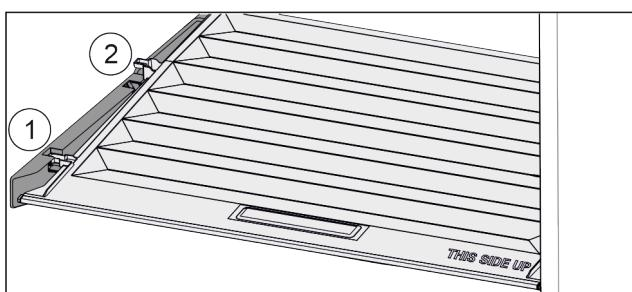

Fig. 103
- Кришку до отвору в деталях для підтримки потягнути вперед Fig. 103 (1).
- Підняти ззаду знизу та вийняти Fig. 103 (2) вгору.